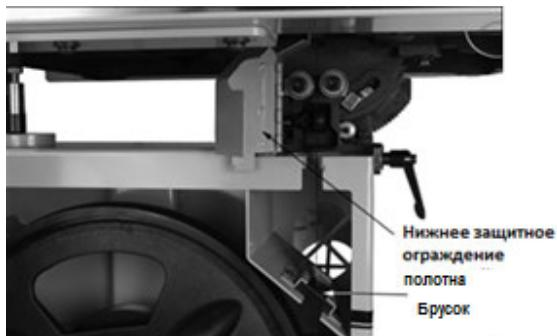

Рис. 23
6. Откройте верхнюю и нижнюю крышки станка, повернув защелки. Откройте нижнее защитное заграждение полотна пилы и удалите бруск (Рис. 23).